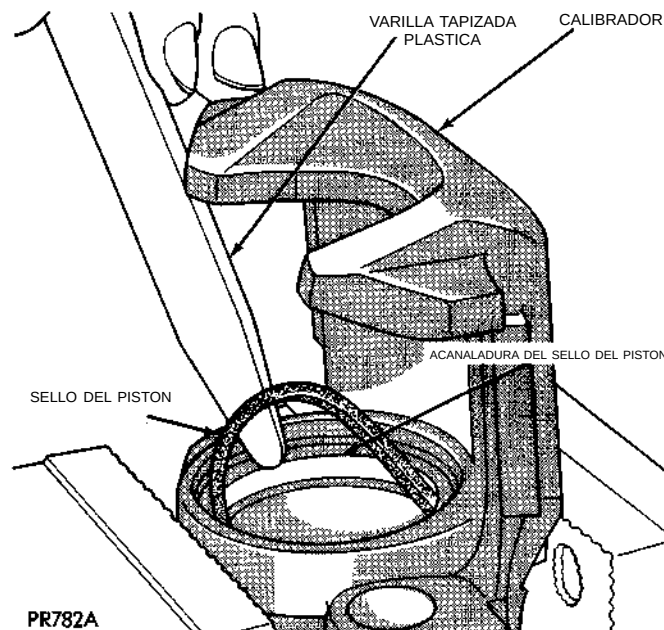

Fig. 176 Desmontaje del sello del pistón del calibrador
(8) Con una herramienta blanda, como una varilla tapizada plástica, extraiga el sello del pistón de su acanaladura en el hueco del pistón en el calibrador (Fig. 176). Deseche el sello usado. **No utilice un destornillador u otra herramienta de metal para esta operación. Puede rayarse el hueco del pistón o desgastarse los bordes de la acanaladura del sello.**
(9) Limpie todas las piezas con alcohol o un disolvente apropiado y seque **únicamente con un paño sin pelusas**. No puede quedar ninguna pelusa en el hueco del calibrador. Limpie todos los conductos y huecos. **Cuando se desmonta el calibrador, debe instalarse una cubierta y un sello nuevos en el conjunto.**
(10) Inspeccione el hueco del pistón para detectar si está rayado o picado. Por lo general, las marcas leves de raspaduras o corrosión en los huecos pueden